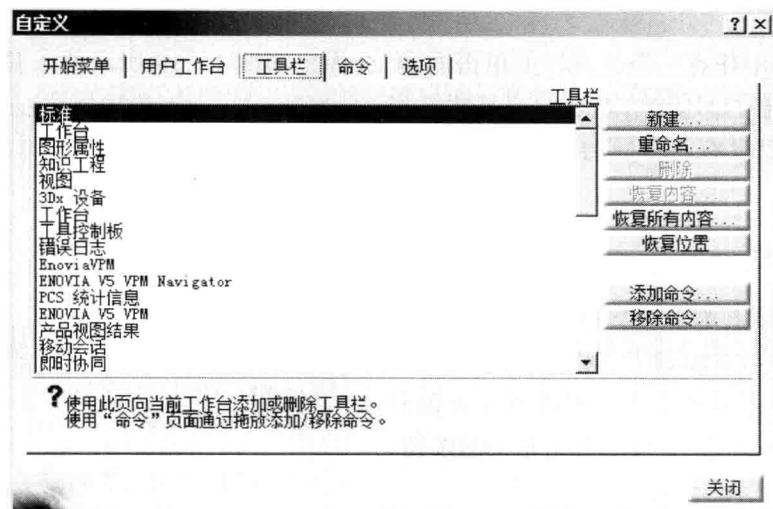
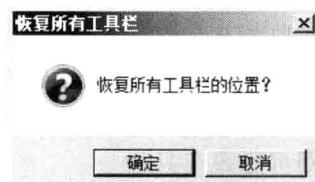

图 1-12 【自定义】对话框【工具栏】选项卡
图 1-13 【恢复所有工具栏】对话框
- (1) 单击菜单栏【工具】/【自定义】,弹出【自定义】对话框。
- (2) 单击对话框上方的【工具栏】选项卡,如图 1-12 所示。再单击右侧的【恢复位置】按钮,弹出【恢复所有工具栏】对话框,如图 1-13 所示。